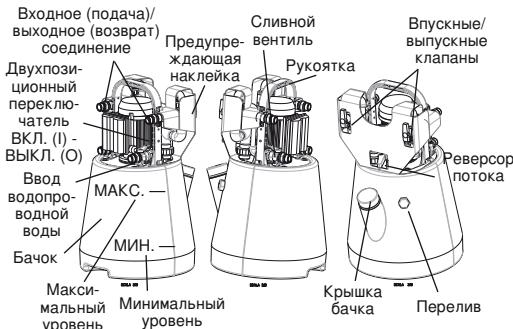

Рис. 1. Промывочный насос RIDGID DP-24
- Наличие и разборчивость предупреждающей наклейки(см. рис. 1).
3. Откройте крышку бачка и заполните бачок раствором для удаления накипи, чтобы во время работы корпус ротора насоса был погружен в воду. Не наполняйте бачок выше максимального уровня, см. рис. 1.